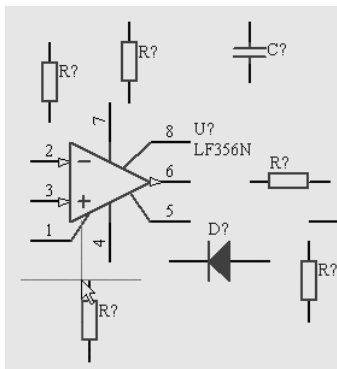

图 3-12 元件移动状态
(1) 将光标指向要移动的目标元件，按住鼠标左键不放，出现大十字光标，元件的电气连接点显示有虚“×”号，移动光标，元件即被移走，如图 3-12 所示。